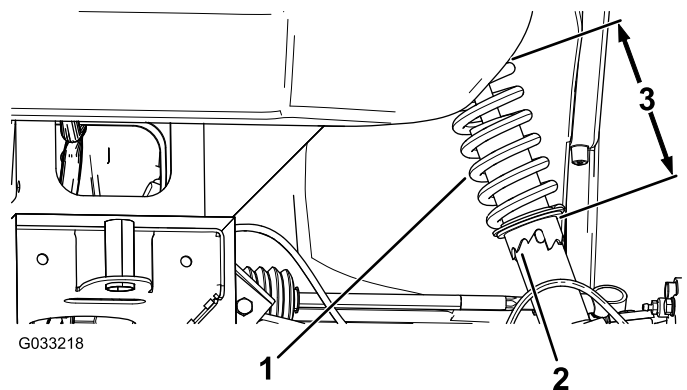

Figure 53
2. Si le carrossage des roues n'est pas correct, utilisez la clé à ergots pour tourner le collet sur l'amortisseur et orienter la roue correctement (Figure 53).